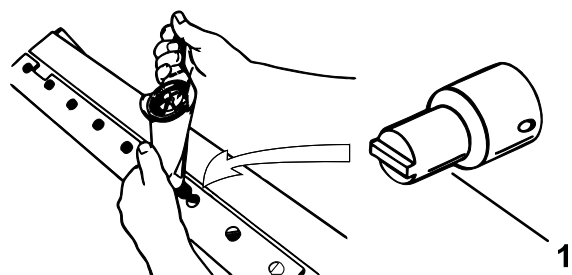

图 34
- A. 将 2 个外部螺丝的扭矩上紧至 1N·m 请参阅图 34。
- B. 按照从底刀中间向两端的顺序上紧螺丝扭矩至 2328N·m 请参阅图 34。